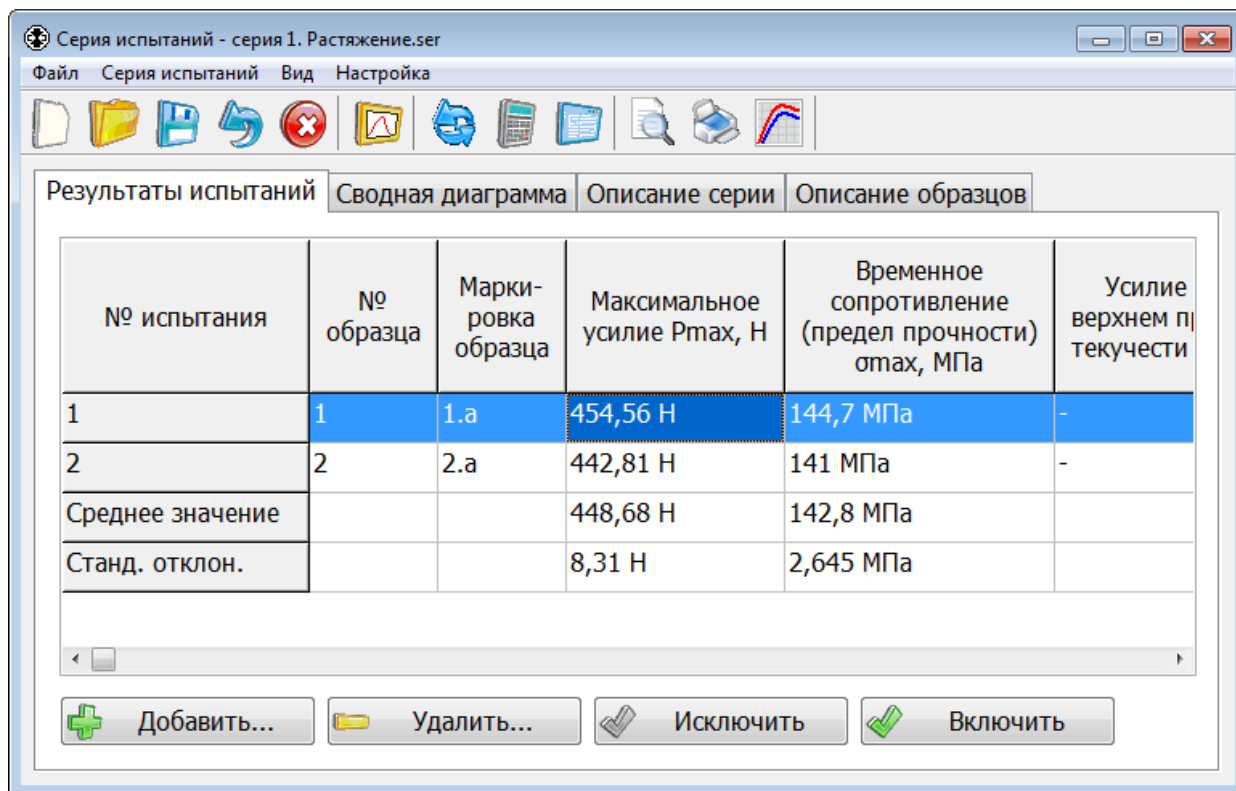
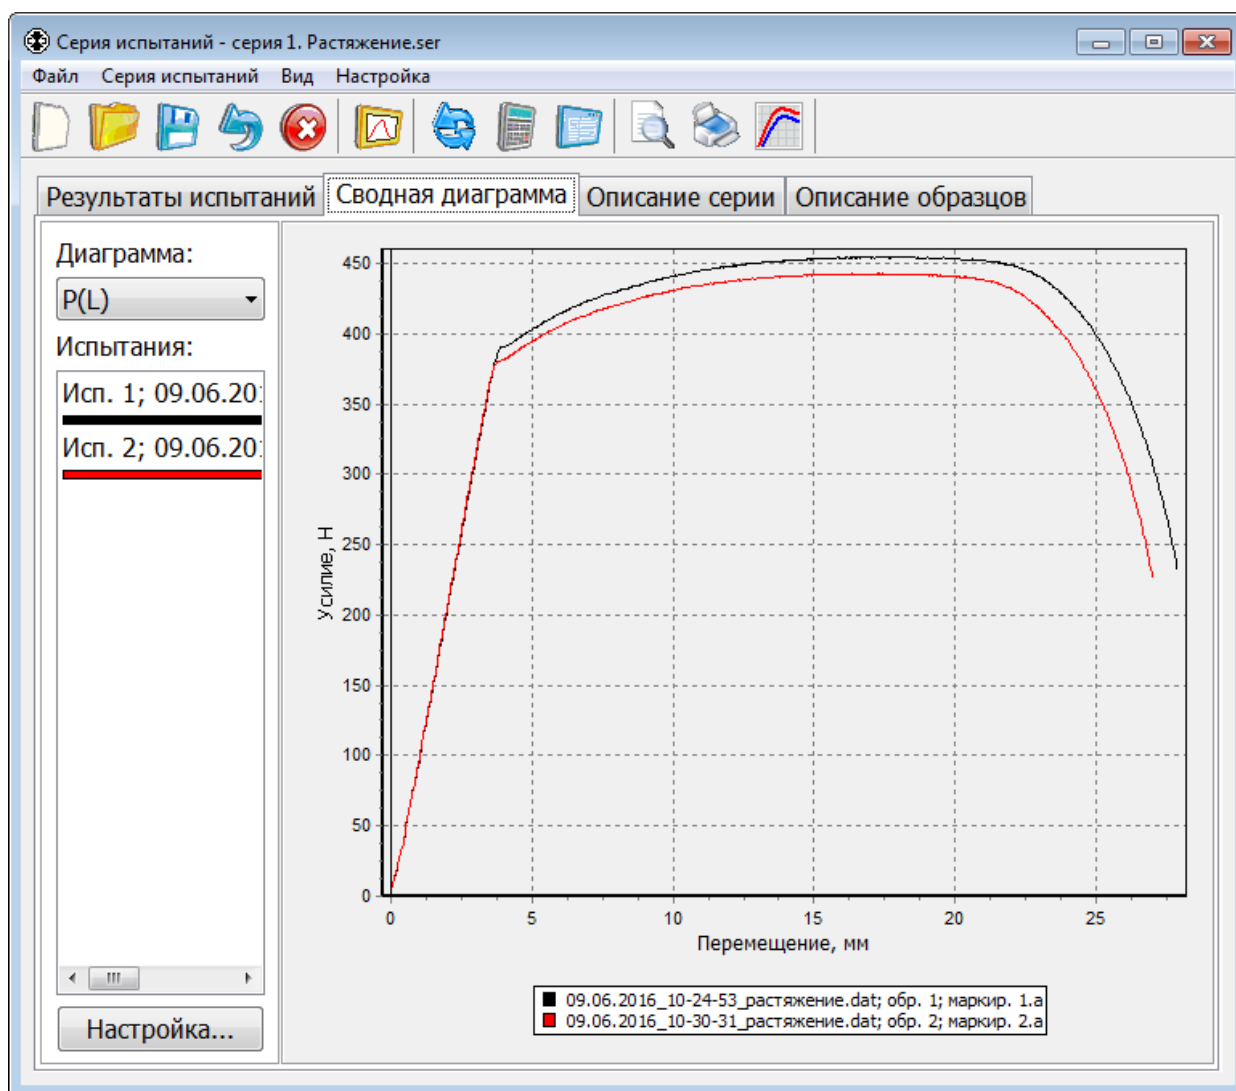

Рис. 36. Серия испытаний. Результаты испытаний
Рис. 38. Сводная диаграмма
Для открытия файла серии испытаний, созданного автоматически для проведенного испытания, необходимо в окне **«Диаграмма испытания»** (рис. 26) нажать кнопку **«Серия»**. Откроется окно **«Серия испытаний»**, в котором можно просмотреть результаты испытаний в серии и их статистику (рис. 36), описание серии испытаний (рис. 37.а), описание образцов (рис. 37.б) и сводную диаграмму (рис. 38).
На вкладке «**Результаты испытаний**» (рис. 36) в таблице отображаются результаты испытаний в серии и их статистика. Параметры статистики для отображения в таблице и протоколе серии испытаний можно выбрать в меню «**Вид**» / «**Статистика**».
В нижней части окна «Серия испытаний» (рис. 36) расположены кнопки для управления результатами испытаний в серии.
Кнопка  предназначена для открытия окна просмотра диаграммы испытания, выделенного в таблице (рис. 36). То же происходит при двойном нажатии левой кнопки мыши в строке таблицы с результатами испытания.
Установка галочки в пункте меню «**Вид**» / «**Протоколы с рисунками**» приводит к созданию протоколов серии испытаний с рисунком – сводной диаграммой испытаний. Вид диаграммы можно выбрать на вкладке «**Сводная диаграмма**» (рис. 38). При отсутствии галочки протоколы будут создаваться без рисунков.
Выводится на печать и сохраняется в файле рисунок диаграммы, которая отображается на вкладке «Сводная диаграмма» (рис. 38). Таким образом, можно выбрать нужный вид диаграммы или выделить интересующий фрагмент.
Сводная диаграмма серии испытаний отображается в окне «Серия испытаний» на вкладке «Сводная диаграмма» (рис. 38).
- Номер испытания в серии, как в первом столбце таблицы результатов (рис. 36);